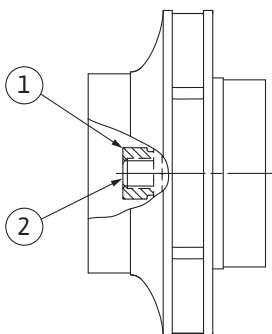

Fig. 107: Pareizs darba rata uzgriežņa stāvoklis pēc montāžas
8. Pieturiet vārpstu ar uzgriežņu atslēgu (22 mm izmērs) un pievelciēt darba rata uzgriezni ar noteikumos paredzēto pievilkšanas griezes momentu (skatīt tabulu „Pievilkšanas griezes momenti“ [► 26]). Uzgriežnim (Fig. 107, 1. poz.) jābūt aptuveni $\pm 0,5$ mm vienā līmenī ar vārpstas galu (Fig. 107, 2. poz.). Ja tas tā nav, atskrūvējiēt uzgriezni un atkārtojiēt 4.–8. rīcības soli.